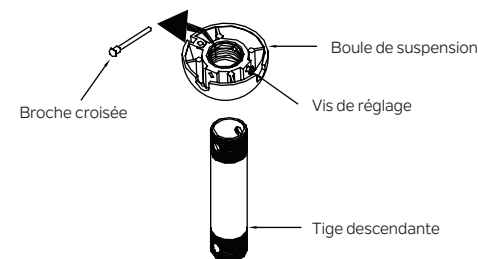

Fig. 7
Étape 3. Retirez la boule de suspension de l'assemblage de la tige descendante en desserrant les vis de réglage, en retirant la goupille transversale et en tournant la boule hors de la tige. (Fig. 7)